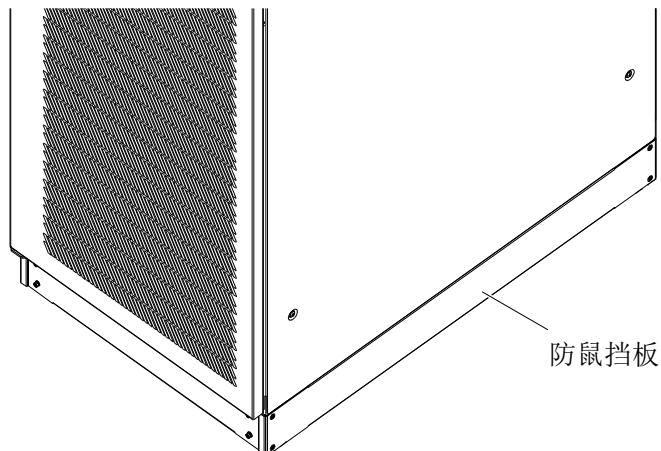

图 2-3 拆除防鼠擋板
2. 如图 2-3 所示，拆除机柜底部的防鼠挡板。当 UPS 安装就位后，需恢复挡板。